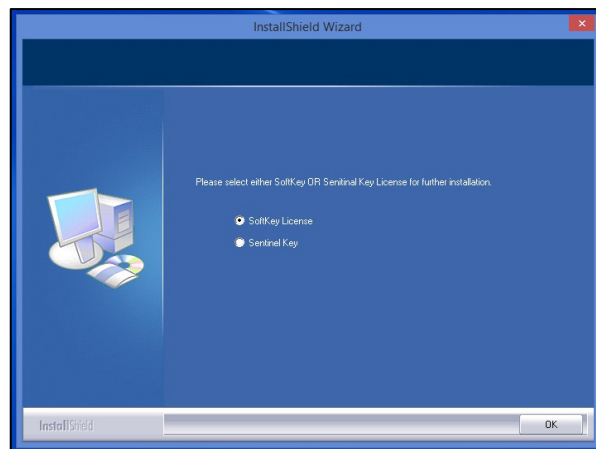

図 6. ソフトウェアキーライセンス
- a. ユーザーがHunterLab USBハードウェアキーをお持ちの場合、同じコンピュータ上の新しいセンサーで使うことができます。ソフトウェアのインストール、ステップ5 (図6) に戻り、Sentinel Keyを選択して続行します。